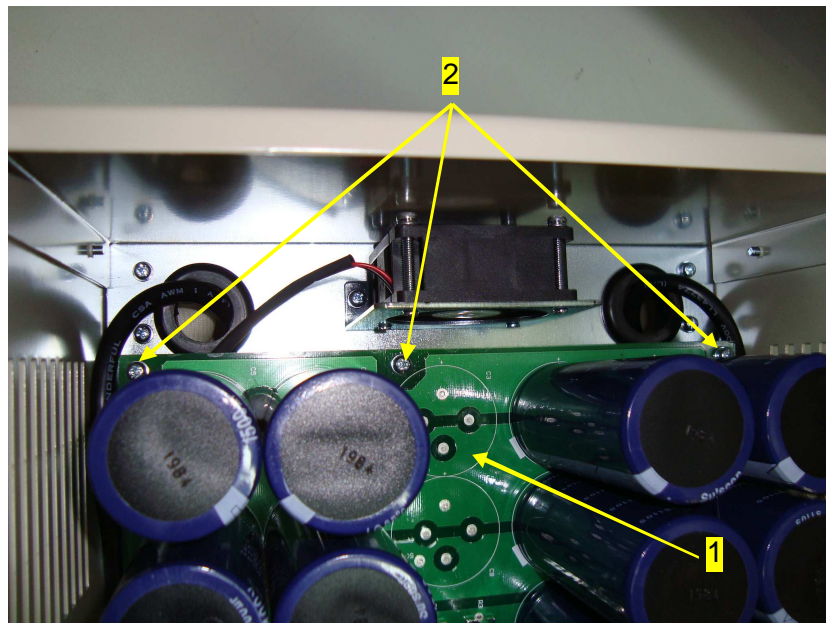

Рисунок 7.31
7.12.1 Взять плату конденсаторов 1, установить плату в корпус ПЧ на стойки. Совместить центры отверстий в плате, стойках и контактах IGBT модулей. Вкрутить три винта 2 (рисунок 7.31).